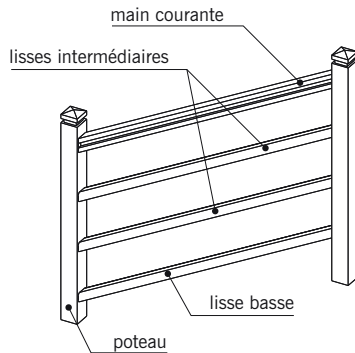

fig. 13.41
■ La **lisse** (fig. 13.41) : pièce horizontale ou inclinée reliée aux montants et recevant les éléments de remplissage (barreaux, balustres). On distingue la **lisse basse** ou **lisse inférieure** située au plus près du palier et la **lisse haute** ou **lisse supérieure**. Les lisses situées dans la partie centrale de l'ouvrage sont appelées **lisses intermédiaires**.